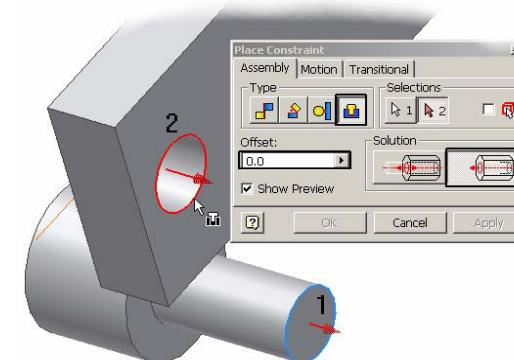

Figura 3.10.3.
- aliniere Type - Insert, Solution – Aligned, Offset = 0 cerc Ø10 Rola 1 cerc Ø10 stânga Suport – lansare comandă **Constraint**, click punctul 1, click punctul 2, butonul **Apply**, figura 3.10.3. În urma operației, panelul **Browser Bar**, afișat în modul **Modeling View**, este completat cu intrarea **Insert**, redenumită **Insert rolă 1**.